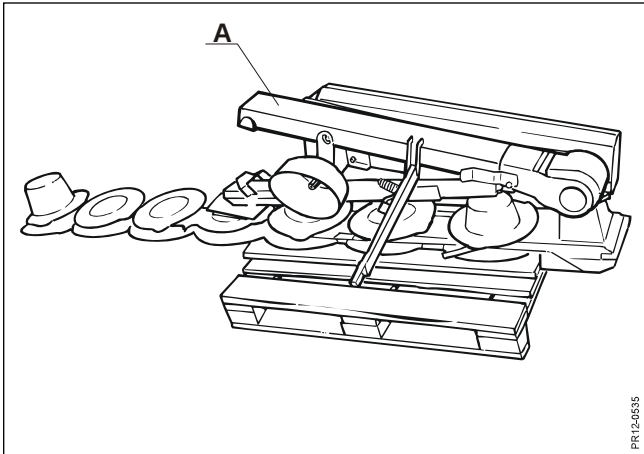

Fig. 1-1
- Fig. 1-1:** Sortir toutes les pièces détachées du colis.